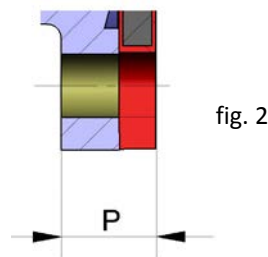

fig. 2
- A espessura do flange para a fixação da válvula tem uma espessura "P" (fig. 2), especificada na tabela 1. Esta tabela também reflecte os valores do binário de aperto necessários para a montagem da válvula.